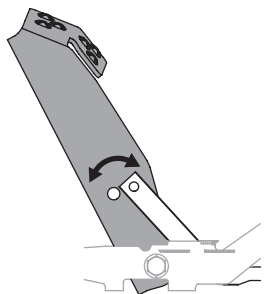

Figure 38
3. Positionnez la pédale sur la position optimale en fonction des préférences de l'opérateur. Voir Figure 38.